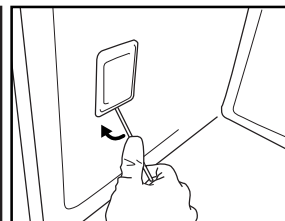

Fig. 7
3. Folosind o șurubelniță ascuțită drept pârghie, extrageți plafoniera (Fig. 7).